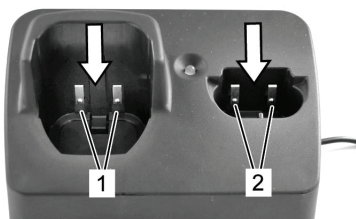

Fig. 22
For å oppnå gode klippemaskinesultater og for å øke levetiden til klippemaskinen og klippehodet, må du påføre et tynt lag md olje mellom det øvre og nedre bladet (Fig. 22).
- ▶ Smør bladene tilstrekkelig under klippingen (minst hvert 15. minutt), slik at de ikke går tørre (Fig. 22).